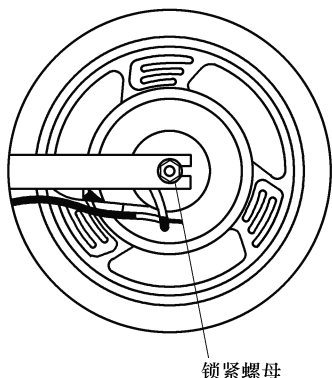

图 6-21 拆卸后轮锁紧螺母示意图
4) 如图 6-21 所示，用专用扳手松开两侧锁紧螺母。然后依次拆下挡泥板支架固定螺母、衣架腿固定螺母、脚踏、链条、胀闸等组件，最后即可拉出后轮。